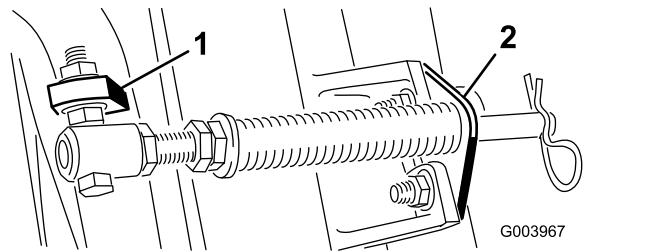

**Bild 4**
- A. Nehmen Sie die zwei Schlossschrauben und Muttern ab, mit denen die Stangenhalterung an den Nasen der Schneideeinheit befestigt ist (Bild 4).
- B. Nehmen Sie die Bundmutter ab, mit denen die Schraube des Federrohrs an der Trägerrahmennase befestigt ist (Bild 4). Nehmen Sie das Bauteil ab.
**Hinweis:** Positionieren Sie den Schraubenkopf zur Außenseite der Nase, wie in Bild 4 dargestellt.